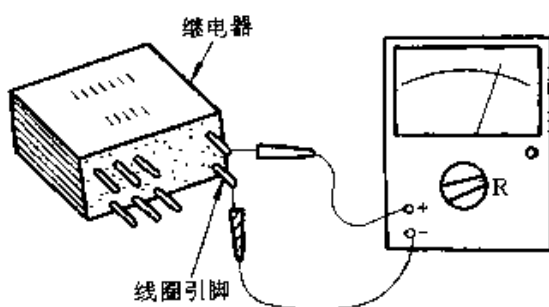

图 2-154
① 检测继电器线圈:将万用表置于“ $R \times 100$ ”或“ $R \times 1k$ ”挡,两表笔(不分正、负)接继电器线圈的两引脚,万用表指示应与该继电器的线圈电阻基本相符,如图2-154所示。如阻值明显偏小,说明线圈局部短路;如阻值为0,说明两线圈引脚间短路;如阻值为无穷大,说明线圈已断路。以上三种情况均说明该继电器已损坏。
② 检测继电器接点:给继电器线圈接上规定的工作电压,用